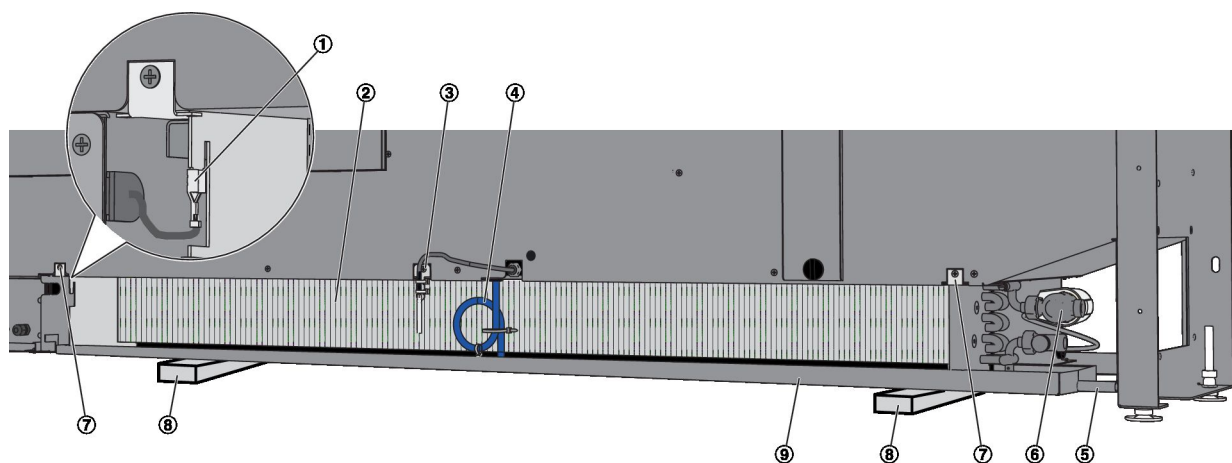

Abb. 30: Wärmeübertrager demontieren
- ▶ Schutzleiter (Abb. 30/1) am Wärmeübertrager (Abb. 30/2) lösen.
- ▶ Halter des Zulufttemperatursensors (Abb. 30/3) lösen.
Kondensatschlauch (Abb. 30/4) von Kondensatwanne (Abb. 30/9) lösen, dazu den Kabelbinder entfernen.
- ▶ Betriebsdruck der wasserseitigen Anschlüsse (Abb. 30/6) ablassen und die Rohrverschraubungen am Wärmeübertrager lösen. Ggf. Abfluss am Kondensatanschluss (Abb. 30/5) demontieren.
7. ▶ Wärmeübertrager und Kondensatwanne (Abb. 30/9) mit geeignetem Material abfangen, z. B. mit Holz (Abb. 30/8).
Halterungen (Abb. 30/7) des Wärmeübertragers durch Lösen der beiden Kreuzschlitzschrauben demontieren und den Wärmeübertrager mit Kondensatwanne vorsichtig absetzen. Wärmeübertrager mit Kondensatwanne nach vorne aus dem Gerät ziehen.
9. ▶ Die Kondensatwanne (Abb. 30/9) mit handelsüblichen Reinigungs- oder Desinfektionsmitteln reinigen.
■ Kondensatablauf (Abb. 30/5) (optional) auf freien Ablauf prüfen.